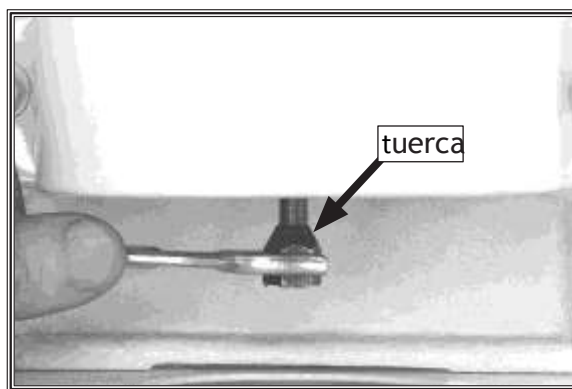

Figura 14
14. Usando una llave española de 14mm en la tuerca, (Figura 14), Asegúrese de que se encuentre fija. **NO APRIETE** demasiado la tuerca.